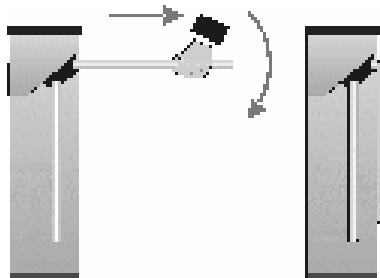

Рисунок 15. Использование преграждающих планок Антипаника
1. Снимите крышку турникета (3) в соответствии с разд. 6.
2. Открутите по две гайки М6, фиксирующих верхние части стенок внешних (2) на стойке турникета, после чего снимите стенки внешние, приподняв их вверх.
3. Проведите визуальный осмотр устройства доворота (толкателя, пружин и ролика), оптических датчиков поворота преграждающих планок и демпфирующего устройства (см. рис. 15).